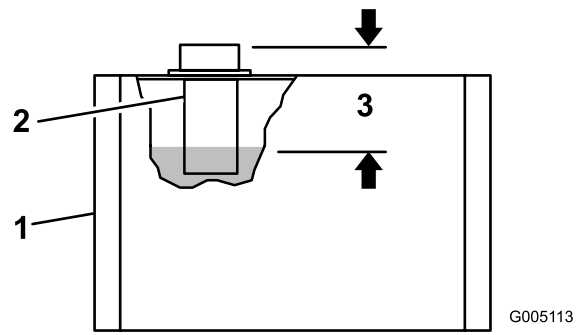

Figura 20
2. Retire a tampa da parte superior do reservatório e verifique o nível do fluido. O fluido deve estar aproximadamente 89 mm abaixo da parte superior do orifício de enchimento (Figura 20).